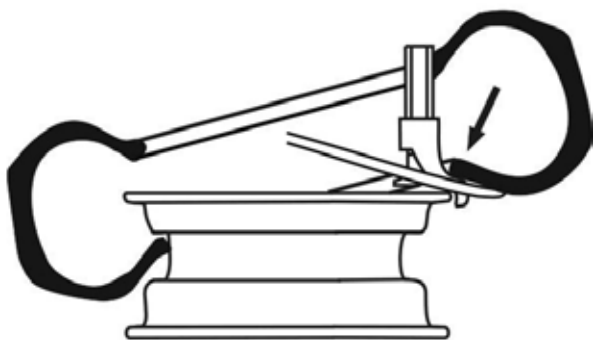

Fig.20
• Levez la roue, puis faire le bord inférieur du pneu comme fig.20